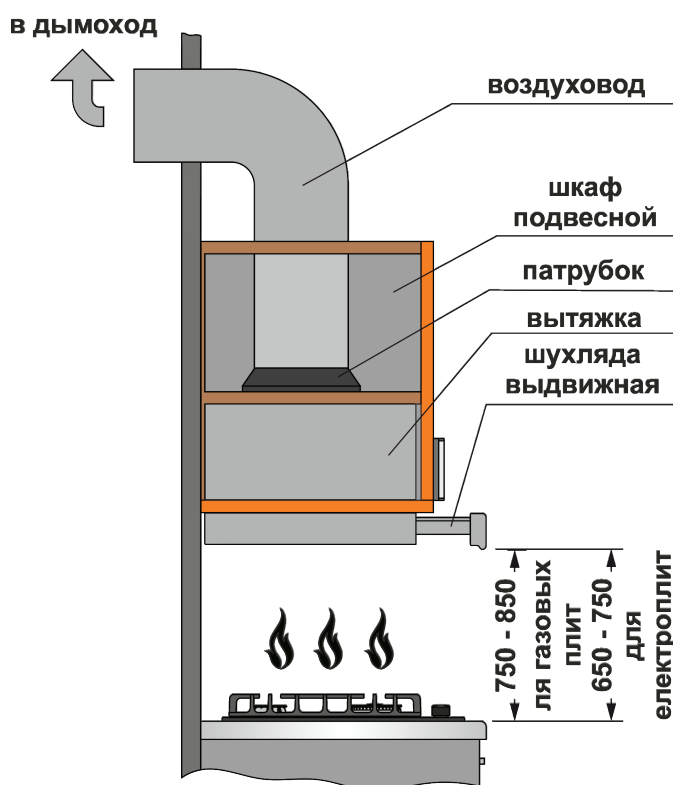
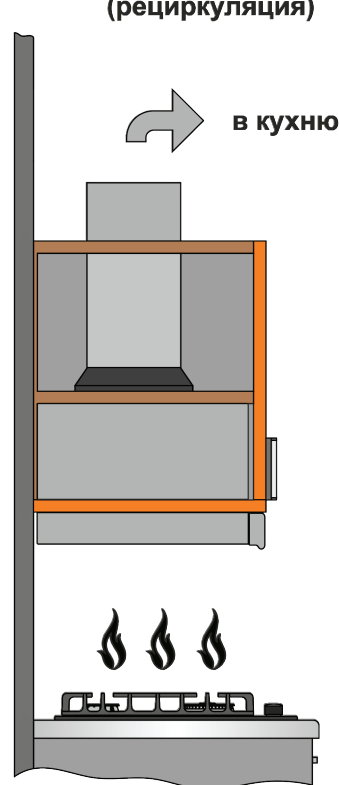

Рис.1
Рис.2
в режиме отвода воздуха в стационарный вентиляционный шахту (дымоход) кухни с использованием гофрированных или пластиковых воздуховодов Ø150 x Ø120мм (рис.1);
в режиме рециркуляции (замкнутой круговой циркуляции воздуха на кухне), когда вытяжка не подключается к дымоходу, а воздух прогоняется через жироулавливающий алюминиевый (в комплекте) и запахопоглощающий угольный (покупается отдельно) фильтры и возвращается обратно в кухню (рис.2).
ВНИМАНИЕ ВЫТЯЖКА МОНТИРУЕТСЯ НАД ЭЛЕКТРОПЛИТАМИ НА ВЫСОТЕ 650 - 750мм, А НАД ГАЗОВЫМИ ПЛИТАМИ НА ВЫСОТЕ 750 - 850мм ОТ РОБОЧЕЙ ПОВЕРХНОСТИ ПЛИТЫ (РИС.1).
4.5 При монтаже вытяжки на необходимой установочной **высоте Н** над плитой (**рис.1**) для отвода воздуха в вентиляционный канал используйте воздуховод **Ø150 x Ø120мм**. Меньший диаметр создаст дополнительное сопротивление воздуху, что приведет к увеличению шума и вибрации, а также к перегреву двигателя.
5.2 В зависимости от схемы установки вытяжка работает в двух вариантах (**рис.1 / рис.2**):
Напоминаем, что высота установки вытяжки над электроплитами должна быть не меньше 650мм, а над газовыми - не меньше 750мм (рис.1).
6.4 Прежде чем приступить к сверлению отверстий под крепежные изделия, необходимо провести для них разметку на стене. Для этого изготовьте бумажный шаблон с координатами отверстий, приложите шаблон к нижней полке мебельного гарнитура на необходимой высоте, которая указана выше, и уровняйте его по уровню (рис.1).